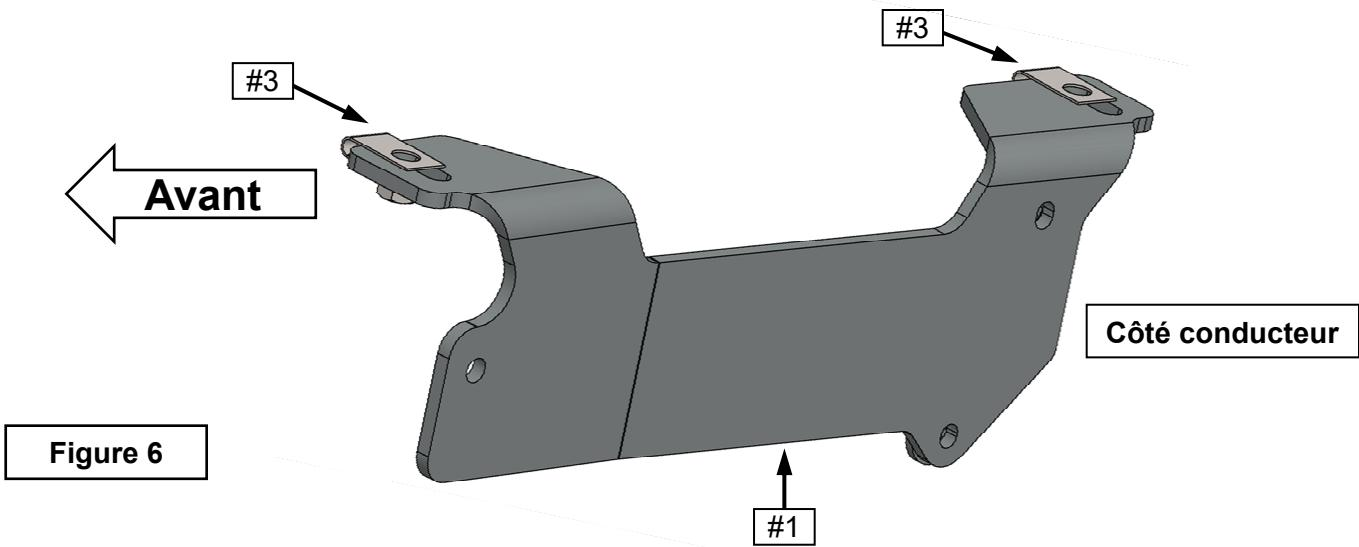

Figure 6
12. Position the clip-on nuts (#3) on the driver side bracket (#1) as shown. See Figure 6.
12. Positionnez les écrous à clipser (#3) sur le support côté conducteur (#1) comme indiqué. Voir figure 6.